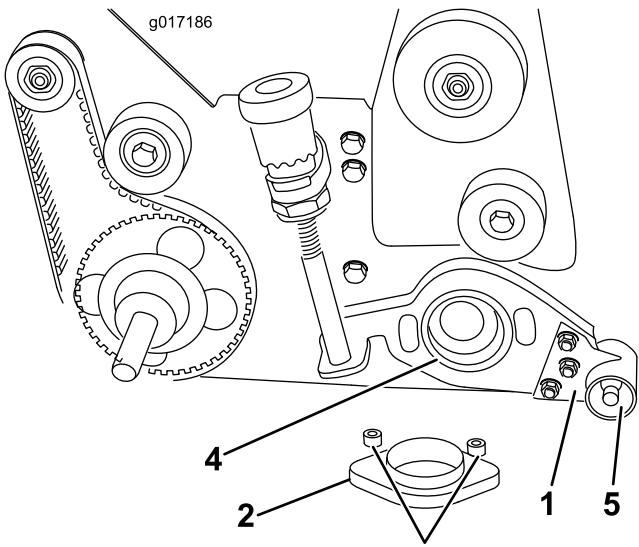

Figura 9
- A. Insira um anel adaptador na caixa de rolamentos do cilindro (Figura 9).
- B. Faça deslizar o conjunto da placa do aparador por cima da extremidade do eixo do aparador (Figura 9).
- C. Insira os dois parafusos de cabeça chata de 3/8 x 2 pol. através da cobertura do braço do aparador e do adaptador do rolamento. Coloque uma cunha por cima de cada parafuso antes de posicionar o adaptador na caixa de rolamentos do cilindro. Faça deslizar o adaptador através do rolamento de bronze no conjunto da caixa do aparador e para a caixa de rolamentos do cilindro. Instale as porcas de bloqueio nos parafusos de cabeça chata e aperte-as com uma torção de 31 a 37 Nm (Figura 9).
- D. Fixe a extremidade direita do eixo do aparador ao conjunto da placa do aparador com uma porca de bloqueio de 1/2 pol. (rosca esquerda). Aperte a porca com uma torção de 39 a 47 Nm (Figura 9).
22. Monte o conjunto do botão de ajuste do aparador na placa do lado direito com o parafuso de 3/8 x 5/8 pol. e a anilha de Belleville retirada no passo 8B (Figura 9).